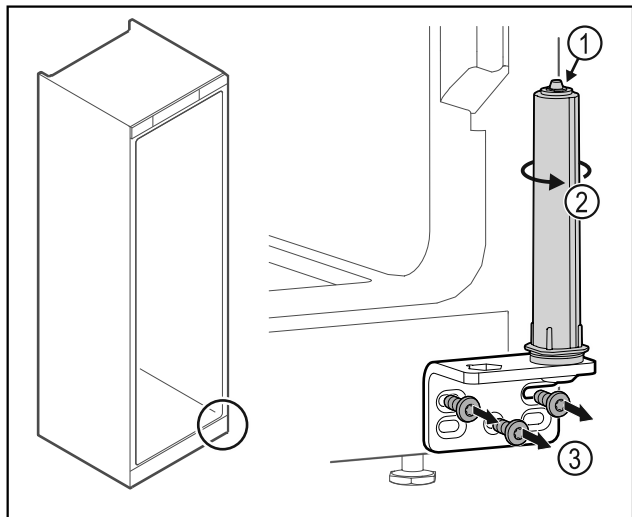

Fig. 18
► Mos e zbërtheni sistemin e mbylljes së derës Fig. 18 (1).
- ▶ Rrotulloni sistemin e mbylljes Fig. 18 (2) derisa të kërçasë.
- ▶ Lironi vidat e profilit të menteshës Fig. 18 (3).